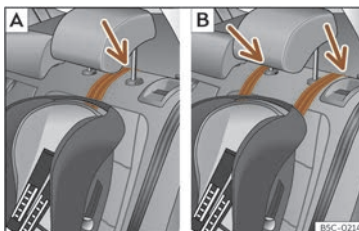
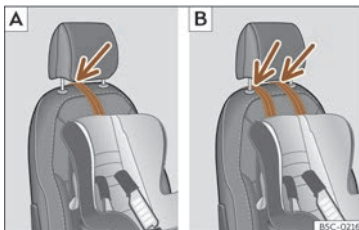

Fig. 55 Asentos traseiros: axuste e montaxe en función do cinto Top Tether.
Fig. 56 Asento do acompañante: axuste e montaxe en función do cinto de Top Tether.
- Coloque a correa debaixo do repousacabezas (segundo as instrucións do propio asento, levante ou retire o repousacabezas se é necesario) >>> **fig. 55**, >>> **fig. 56**.